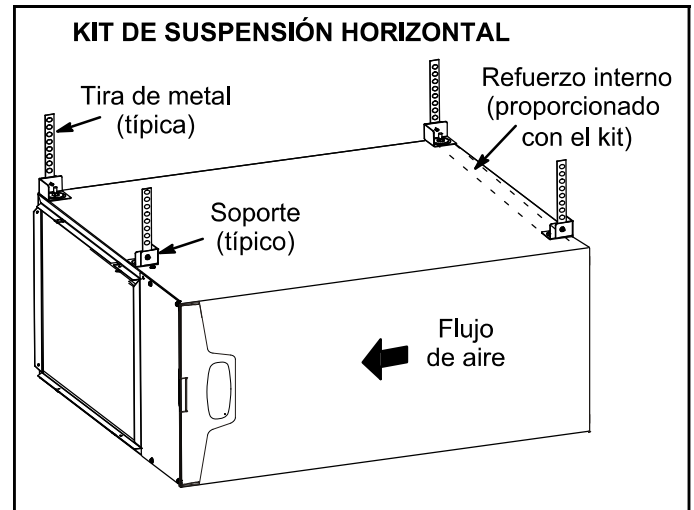
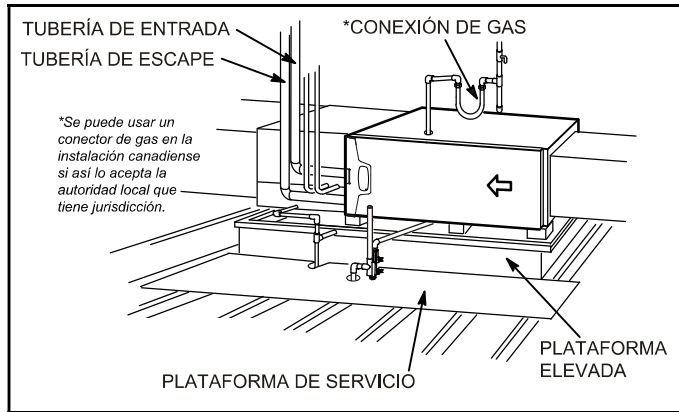

FIGURA 18
FIGURA 19
Este calefactor puede instalarse ya sea en un ático o en un espacio entre plantas. Ya sea cuelgue el calefactor de los travesaños del techo o de las vigas del piso, tal como se muestra en la Figura 18, o instálelo sobre una plataforma, tal como se muestra en la Figura 19. Se puede ordenar un kit de suspensión horizontal (51W10) de Lennox o usar un equivalente.
- 2 - Construya un marco de madera elevado y cúbralo con una lámina de madera terciada. Si la unidad se instala arriba del espacio acabado, instale un colector de drenaje auxiliar debajo de la unidad. Coloque la unidad en el colector de drenaje como se muestra en la Figura 19. Deje 8 pulgadas de espaciamiento de servicio debajo de la unidad para la trampa de condensado.